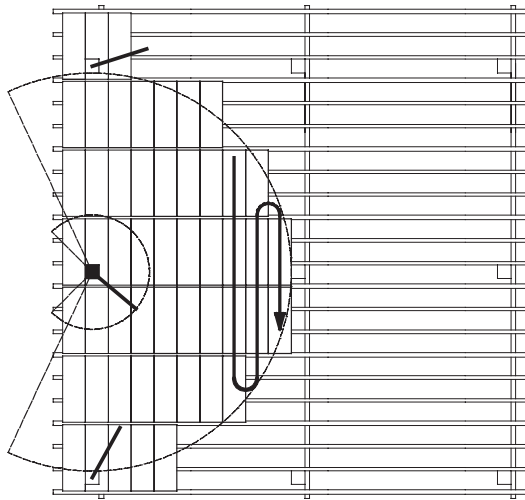

Figura 35. *Proceso de cubierta.*
1. Planifique siempre el área con antelación y asegúrese de que se elige el lugar más adecuado para el primer SkyReach. Es extremadamente importante que el área protegida presente una superficie de piezas superpuestas de forma progresiva, comenzando desde el sistema de anclaje SkyReach en la secuencia de prioridad, como se muestra en la Figura 35.